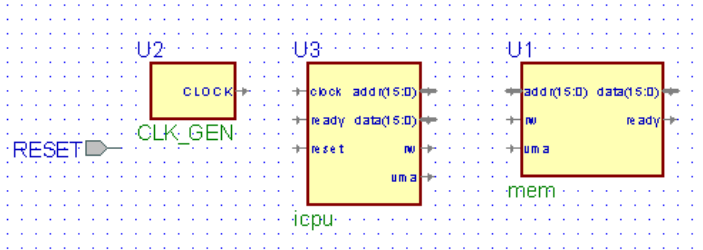

Рисунок 2.13 – Розміщення компонентів логічної схеми
2.5.8 Перетягніть блоки **clk_gen**, **cpu** і **mem** на робоче поле редактора **BDE** і розташуйте, як показано на рис. 2.13. Закрийте вікно **Symbol Toolbox**.